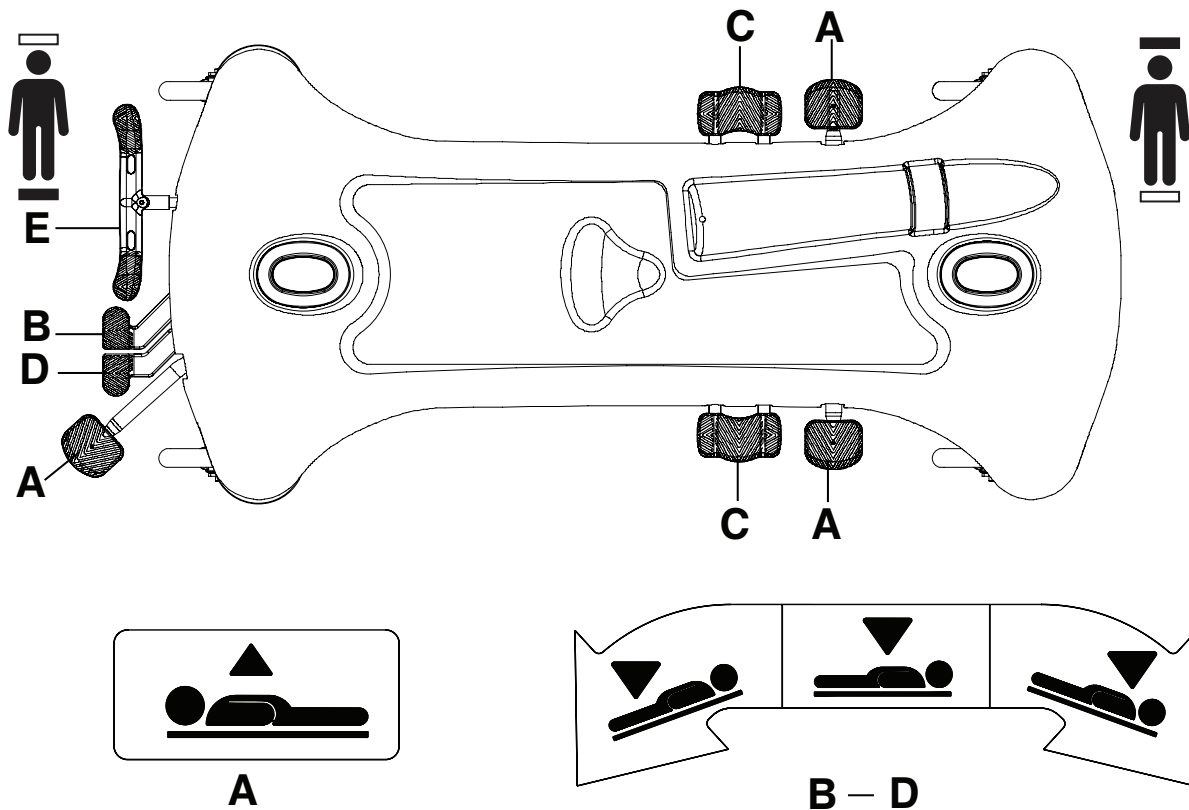

Abbildung 2 – Anheben und Absenken der Liegefläche
Zum Anheben der Liegefläche das Pumpedal (A) nach unten drücken, bis die gewünschte Höhe erreicht ist (Abbildung 2).
Um das Kopfende des Produkts abzusenken, das Freigabepedal (D) am Fußende herunterdrücken oder die Seite des Universal-Absenkpeds (C), das sich am nächsten zum Kopfende befindet, herunterdrücken, bis die Liegefläche flach ist (Abbildung 2).
Um das Fußende des Produkts abzusenken, das Freigabepedal (B) am Fußende herunterdrücken oder die Seite des Universal-Absenkpedsals (C), das sich am nächsten zum Fußende des Produkts befindet, herunterdrücken (Abbildung 2).